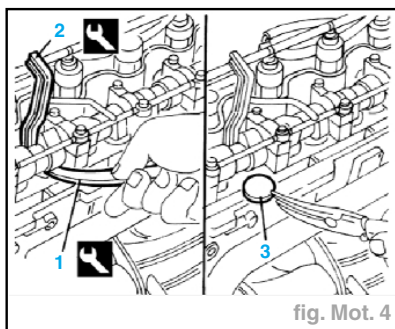

fig. Mot. 4
- Abaisser le poussoir concerné à l'aide de l'outil (1) 1.860.443.000 (fig. Mot. 4).